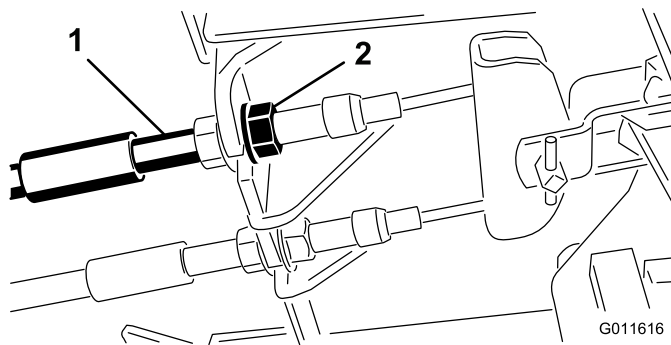

图52
- 要缩短刹车踏板的自由行程，可以通过松开刹车拉线螺纹端的前螺母，紧固刹车（图52）。